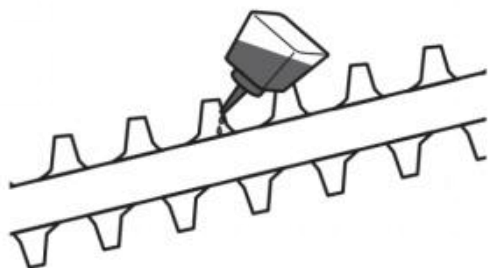

Fig. 76
2. Nasmaruj ostrze tnące (D3) po każdym użyciu, aby przedłużyć żywotność ostrza i produktu. Nałóż lekki olej maszynowy wzdłuż krawędzi ostrza tnącego (Rys. 76).